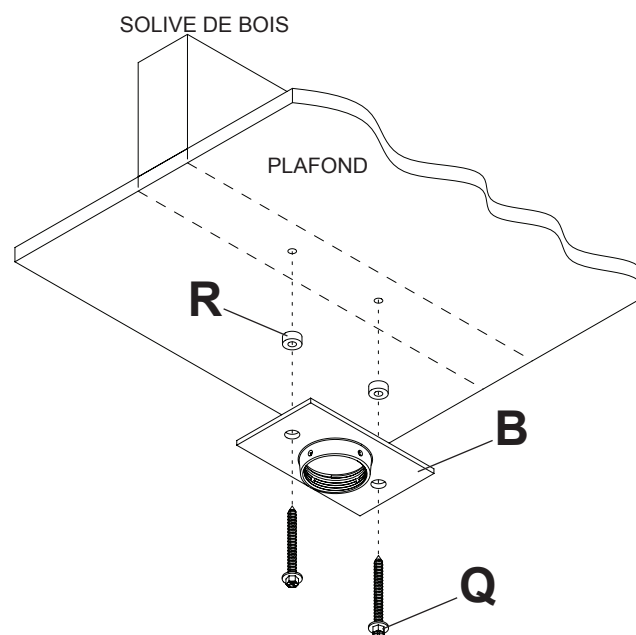

fig. 1.2
**REMARQUE :** Pour le dispositif d'organisation des câble facultatif, installez deux entretoises (**R**) entre la plaque de plafond (**B**) et le plafond comme illustré à la figure 1.2.